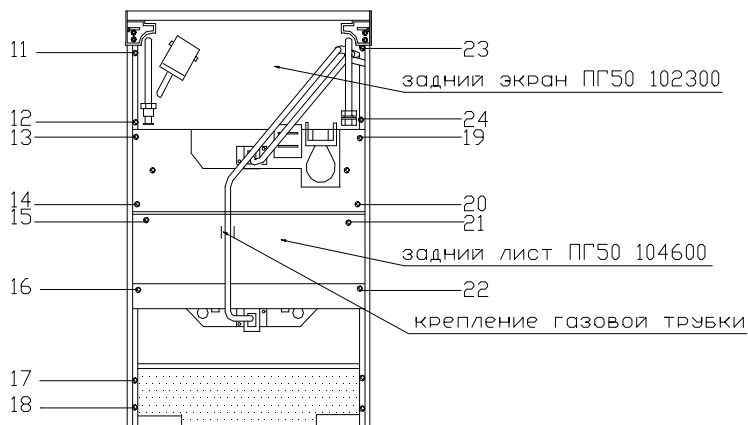

Рис. 14
- отвинтить восемь винтов крепления листовых деталей на задней стороне плиты (поз.11-18) (рис. 14);
- на заднем листе плиты отвинтить винты поз.13,14,15,16,19,20,21,22 (рис. 14) и снять лист;
- отвинтить 4 винта поз.11,12,23,24 (рис. 14) и снять рампу вместе с задним экраном;